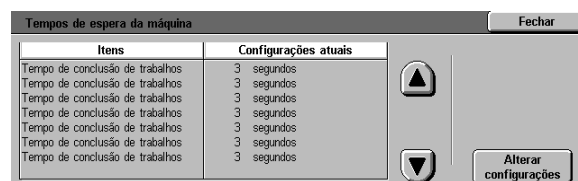

Figura 54: tela Tempos de espera da máquina
- 1 Na tela Recursos, toque no ícone **Tempos de espera da máquina** para exibir a tela Tempos de espera, conforme ilustrado na Figura 54.